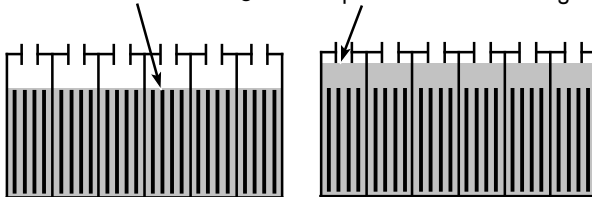

FIG. 32
1. Contrôlez fréquemment le niveau de liquide des batteries afin d'éviter l'endommagement des batteries. Le liquide doit se trouver au niveau illustré (Figure 32). Ajoutez de l'eau distillée si nécessaire. **NE REMPLISSEZ PAS TROP**, le fluide va augmenter de volume et risque de déborder lors de la mise en charge.